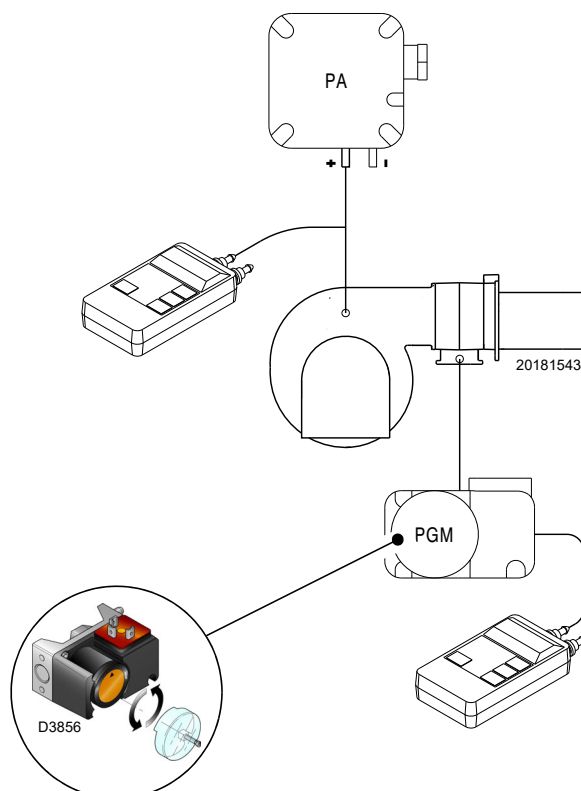

Fig. 30
- Regular el presostato gas de máxima (Fig. 30 a pág. 31) al final de la escala.
Después de haber efectuado todas las demás regulaciones del quemador, con el presostato gas de máxima regulado al final de la escala, efectuar la regulación del presostato gas de máxima, (Fig. 30).